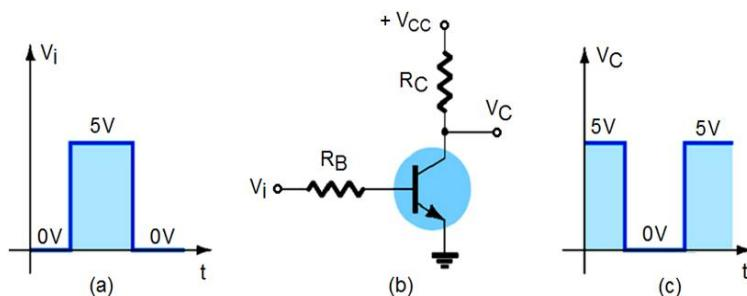

Figura 1 – O TJB como chave (formas de onda).
**Questão 1** – Seja o circuito de chaveamento com TJB, mostrado na Figura 1, onde  $V_{CC} = 5\text{ V}$ ,  $\beta = 125$ ,  $R_C = 820\ \Omega$  e  $R_B = 68\text{ k}\Omega$ . Responder aos seguintes itens:
**Questão 2** – Um TJB opera como chave (Figura 1), com um sinal de onda quadrada de 0 a 5 V (1 kHz) na base.